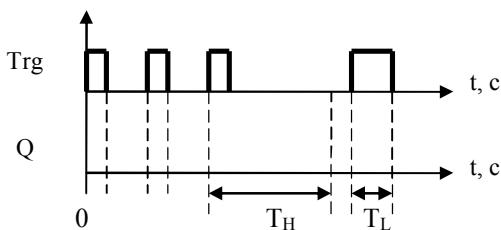

Рис. 20. Временная диаграмма функции Двухфункциональный переключатель
12. Функция **Двухфункциональный переключатель**. Сформируйте схему управления, содержащую блок **Двухфункциональный переключатель**, вход и выход. Установите время $T_H = 20$ с (время, по истечении которого свет выключается) и время $T_L = 2$ с (время, которое устанавливает функцию постоянного горения). Проследите за функционированием блока. По результатам исследований достройте временную диаграмму блока (рис. 20).